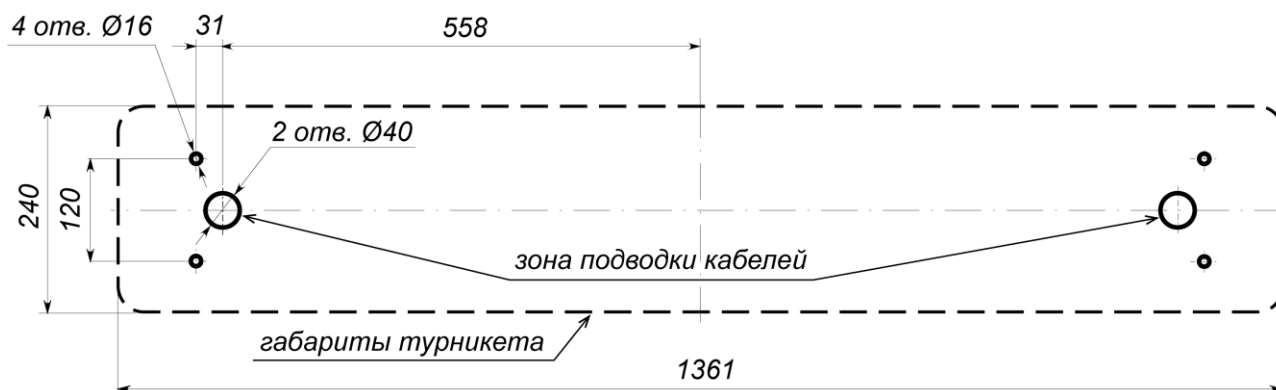

Рисунок 16. Схема разметки для установки стойки турникета¹
2. Подготовьте в полу отверстия под гильзы анкеров для крепления стойки турникета согласно рис. 16.